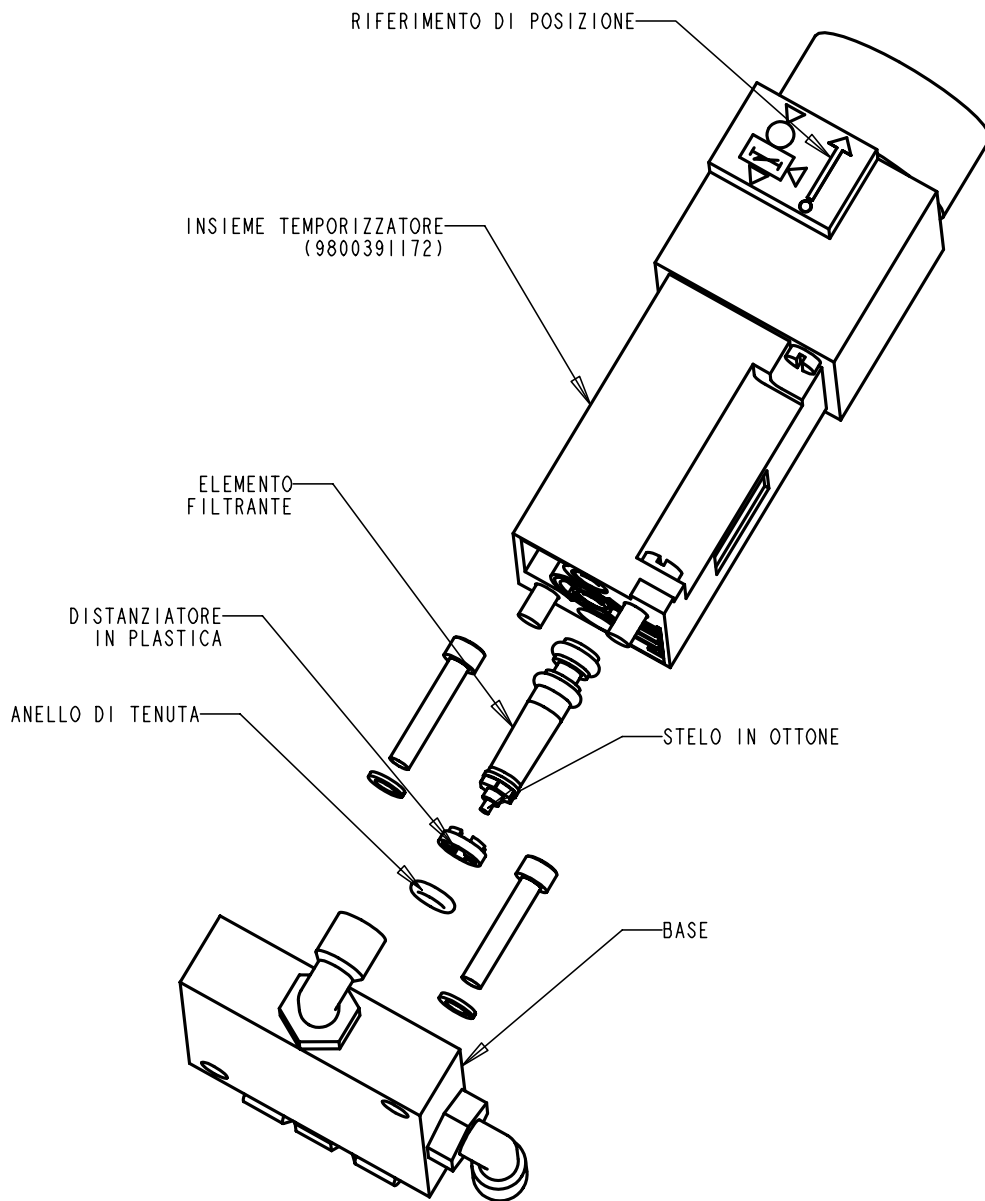

FIGURA 7.1
1. **FILTRO DEL TEMPORIZZATORE** – Aprire il coperchio posteriore e rimuovere la vite che fissa il coperchio dell'armadietto. Rimuovere il coperchio dell'armadietto (Figura 3.0). Rimuovere l'insieme temporizzatore dalla base (Figura 7.1) utilizzando un cacciavite a lama piatta. Rimuovere il piccolo anello di tenuta ed il distanziatore in plastica. Afferrare lo stelo in ottone dell'elemento filtrante e tirarlo verso l'esterno. Pulire l'elemento filtrante con solvente. Asciugarlo con aria calda e rimontarlo.